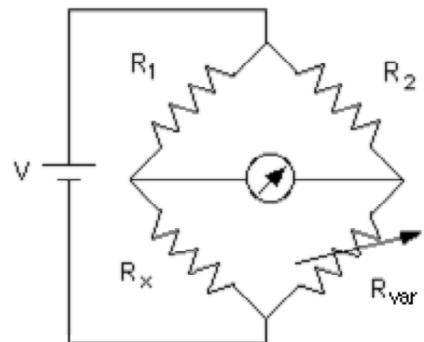

Figura 2
2.- La Figura 2 muestra el circuito de un Puente de Wheatstone. Describa brevemente su principio de operación y deduzca la ecuación fundamental para obtener el valor de la resistencia a medir,  $R_x$ , en función de las dos resistencias fijas,  $R_1$  y  $R_2$ , y de la resistencia variable  $R_{var}$ .
8.- Determine experimentalmente el valor de las resistencias utilizando las dos configuraciones circuitales para realizar mediciones indirectas con voltímetros y amperímetros presentadas en la Figura 2. Registre los resultados en las siguientes tablas y realice los cálculos de errores porcentuales correspondientes tomando como valor verdadero el del Puente de Wheatstone comercial.